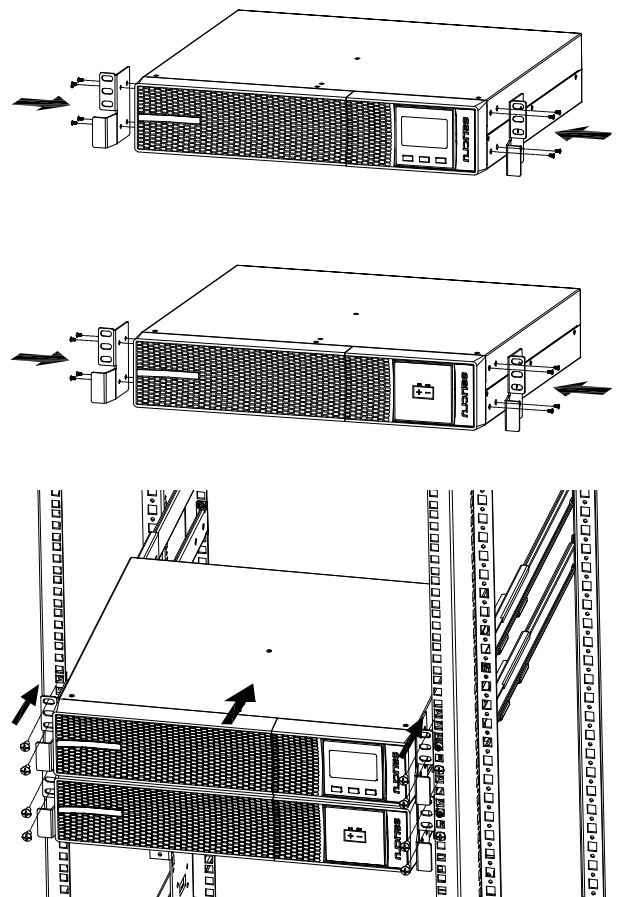

Fig. 5. Montaje tipo rack en armario 19", con extensión autonomía (módulo de baterías).
- Operar del siguiente modo (ver Fig. 5):